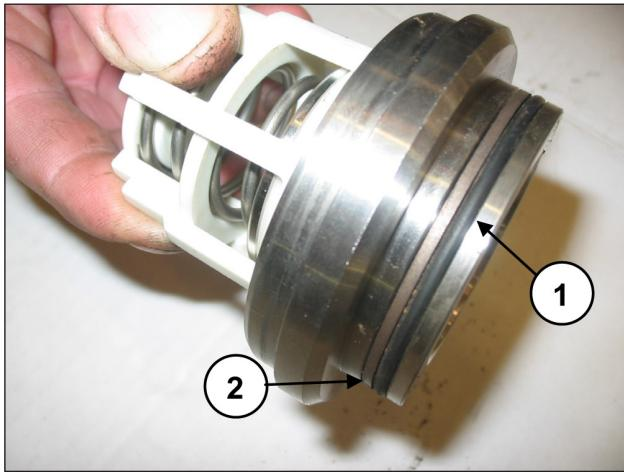

Рис. 123
Установите уплотнительное кольцо поз. №5 на деталировочном чертеже (поз. ①, Рис. 123) и антиэкструзионное кольцо поз. №15 на деталировочном чертеже (поз. ②, Рис. 123) в гнездо нагнетательного клапана.